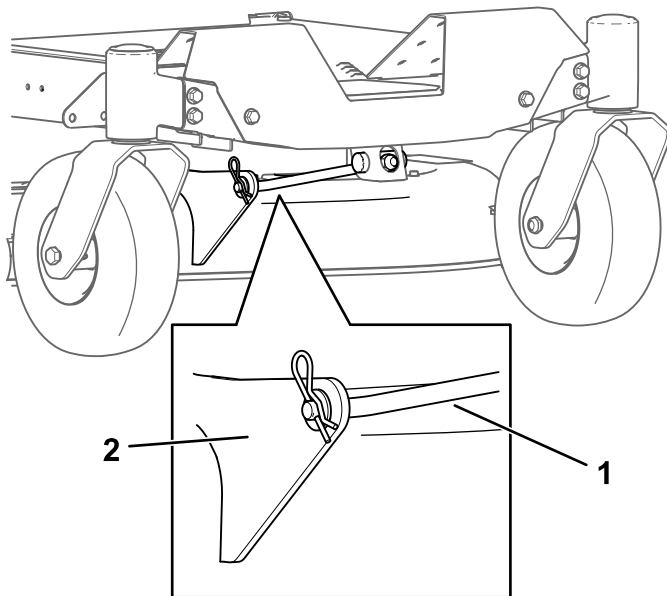

Figura 72
4. Îndepărtați tiftul în formă de agrafă de pe tija de sprijin din față și scoateți tija din suportul pentru punte (Figura 72).
- Fixați tija de sprijin față la puntea mainii de tuns iarba cu tiftul cu cap și gaură și tiftul în formă de agrafă (Figura 72).